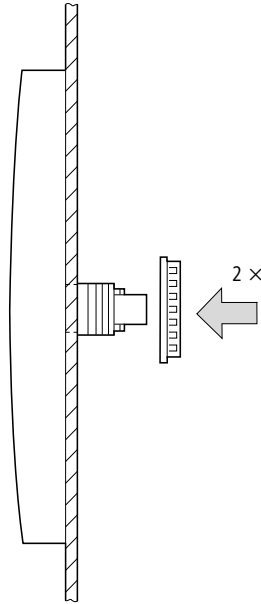

Abbildung 15: Anzeige-/Bedieneinheit verschrauben
- ▶ Verschrauben Sie die Anzeige-/Bedieneinheit mit dem Montageschlüssel M22-MS (↔ Abbildung 15).